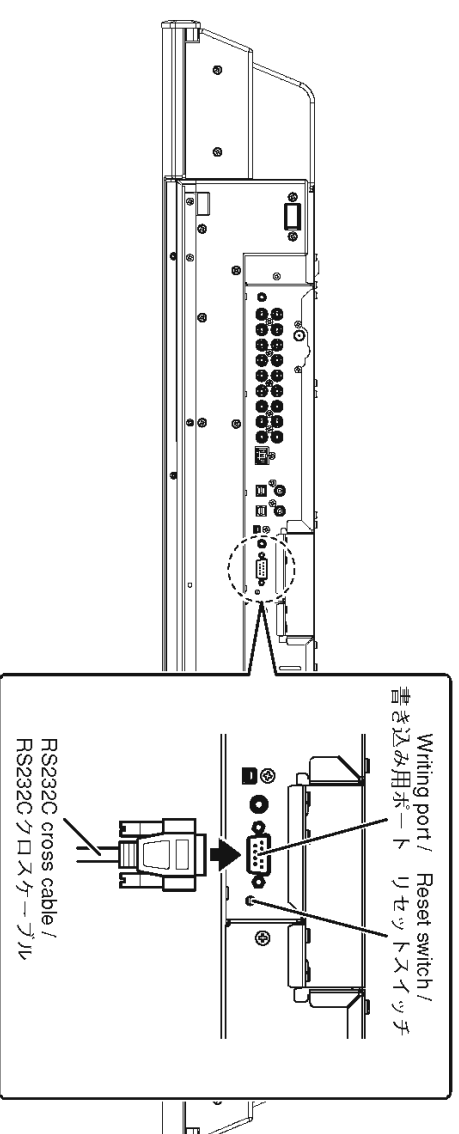

Fig. 1
- Connect the writing port of the main unit to the serial port (RS232C) of the PC with RS232C cross cable as shown below. (Fig. 1)
- 本機の書き込み用ポートとPCのシリアルポート (RS232C) を下記のように接続します。(Fig. 1)
- While pressing the reset switch of main unit, connect the power cable to the AC outlet. (Fig. 1)
- 本機のリセットスイッチを押しながら、電源コードをACコンセントに接続します。(Fig. 1)